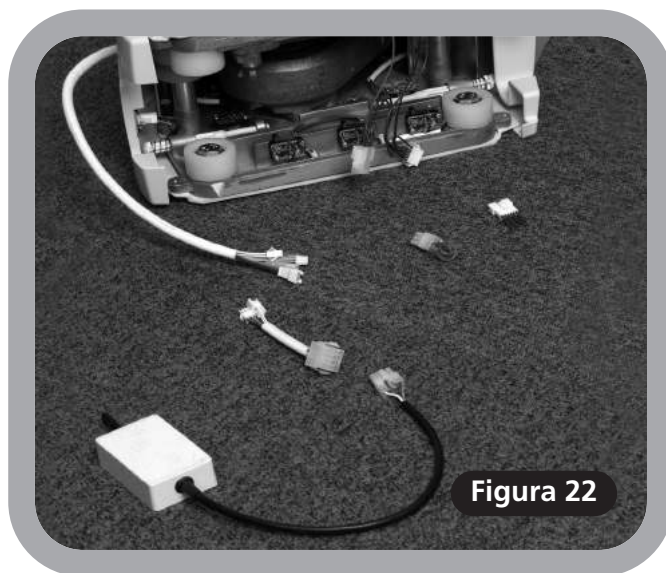

Figura 22
- 8 Enganche las cubiertas del rodillo del lado del larguero usando las tachuelas que se proporcionan. Luego, con el riel aproximadamente en la posición correcta, ponga un tornillo en cada pie para estabilizar el riel (**Figura 22**).
- 4 Extraiga las placas de obturación del lateral de la unidad de alimentación que estarán mirando hacia las escaleras (**Figura 22**).